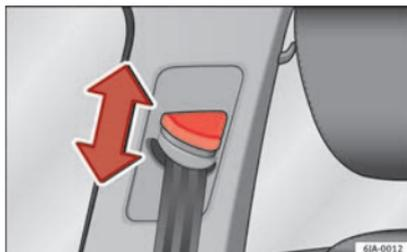

Fig. 80 Ubicación del regulador de la altura del cinturón.
- Presione el dispositivo de reenvío en la zona superior y manténgalo en esta posición » fig. 80.